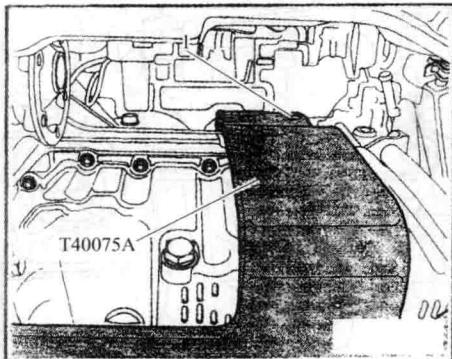

图 1-22 将发动机支架 T40075A 用一个螺栓拧到曲轴箱上
35) 如图 1-22 所示，将发动机支架 T40075A 用一个螺栓 M8×35-1 手动拧到曲轴箱上。